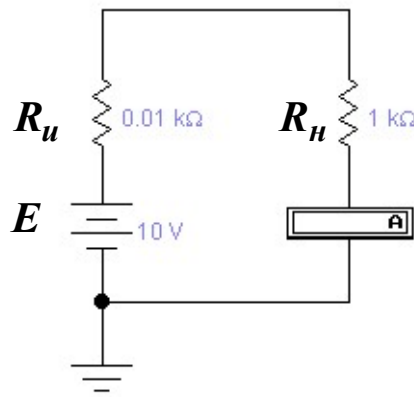

Рис.1. Схема подключения амперметра при непосредственной оценке
При использовании метода непосредственной оценки амперметр подключают последовательно, а вольтметр - параллельно исследуемому участку цепи. Включение амперметра и вольтметра в исследуемую цепь изменяет измеряемую величину. Это вызвано тем, что сопротивление амперметра не равно нулю, а вольтметра - не равно бесконечности. Схема подключения амперметра при непосредственной оценке показана на рис. 1, где E - источник ЭДС с внутренним сопротивлением $R_{и}$, $R_{н}$ - сопротивление нагрузки.
1. Собрать схему рис. 1. $R_A = 10 \text{ Ом}$. Установить E , R_u и R_n (по вариантам):